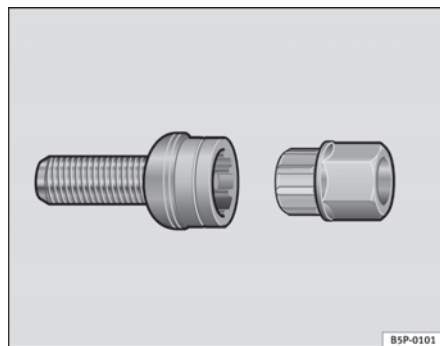

Abb. 159 Diebstahlhemmende Radschrauben
- Setzen Sie den Adapter bis zum Anschlag in der diebstahlhemmenden Radschraube ein ⇒ **Abb. 159**.